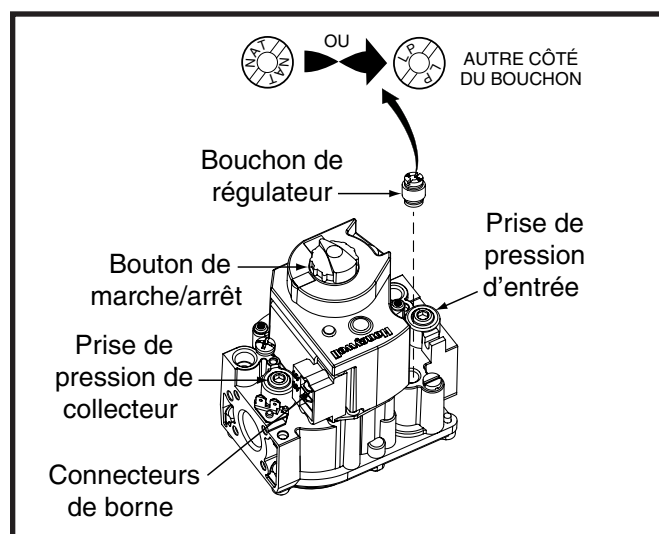

Figure 19. Vanne à gaz
La conversion des vannes à deux étages au gaz de pétrole liquéfié/propane requiert le remplacement des orifices du brûleur et le réglage du bouchon du régulateur sur le côté marqué LP (GPL). L'extrémité orientée vers le haut doit alors indiquer LP. Voyez la Figure 19.
5. Réglez le bouton de marche/arrêt du robinet de gaz en position OFF (arrêt). Voyez la Figure 19.
2. Utilisez une clé hexagonale de 3/16 po. pour retirer le bouchon de la prise de pression d'entrée (côté ENTRÉE du robinet de gaz). Voyez la Figure 19 \(page 20\).
5. Ouvrez (ON) l'alimentation principale de gaz au robinet manuel.
4. Réglez le bouton de marche/arrêt du robinet de gaz en position ON (marche). Voyez la Figure 19 \(page 20\).
3. Utilisez une clé hexagonale de 3/16 po. pour retirer le bouchon de la prise de pression d'admission située du côté sortie du robinet de gaz. Voyez la Figure 19 \(page 20\).